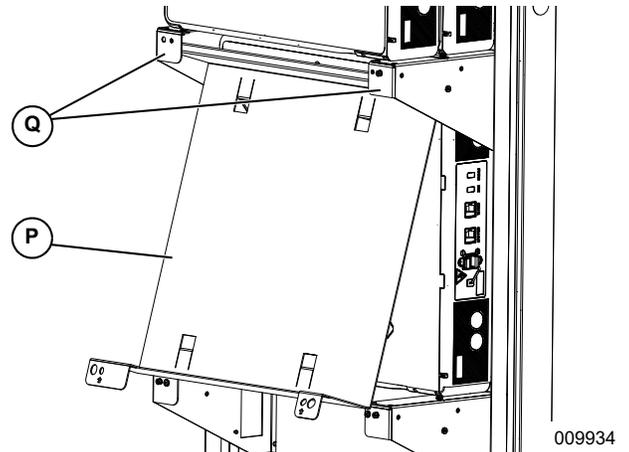

Figure 4-23. Pose de l'intercalaire de module (1 de 3)
1. Voir Figure 4-23. Incliner le haut de l'intercalaire (P) pour le passer derrière la patte du support (Q).